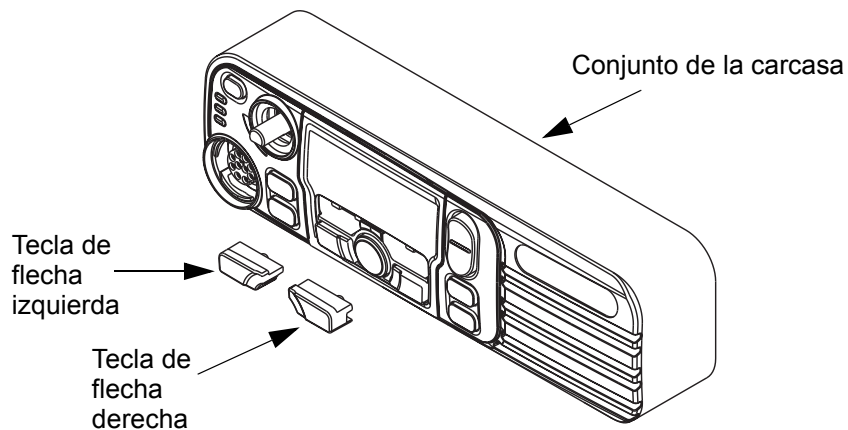

Figura 5-27 Montaje de las teclas de flechas izquierda y derecha
7. Monte las teclas de flechas izquierda y derecha en las aberturas de la carcasa de la unidad de control y presiónelas hacia dentro para que enganchen en su lugar, como se muestra en la Figura 5-27.